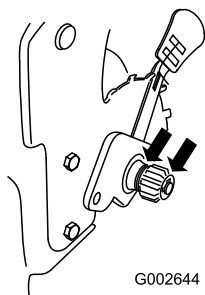

Figura 42
2. Aplique aceite lubricante al interior y al exterior de los engranajes (ver Figura 42).